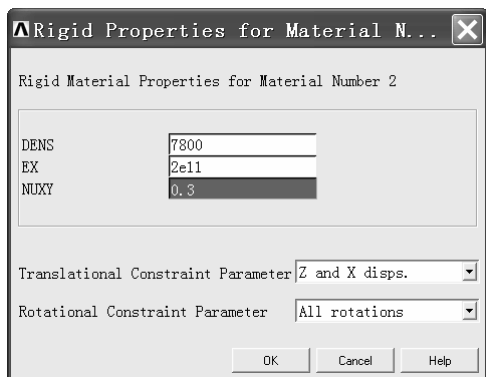

图 10-66 “Rigid Properties for Material N...” 窗口
(5) 在“Bilinear Isotropic Properties for ...”窗口中的“DENS”方框处写入“7850”，“EX”方框处写入“2.1e11”，“NUXY”方框处写入“0.3”，“Yield Stress”方框处写入“2e8”，“Tangent Modulus”方框处写入“2e9”。以上输入表示材料密度为  $7850\text{kg/m}^3$ ，杨氏模量为  $2.1 \times 10^{11}\text{Pa}$ （注意 2.1e11 表示  $2.1 \times 10^{11}$ ），泊松比为 0.3，屈服应力为  $2 \times 10^8\text{Pa}$ ，切线模量为  $2 \times 10^9\text{Pa}$ 。
(6) 单击“Bilinear Isotropic Properties for ...”窗口中的“OK”按钮。
(7) 用鼠标左键单击“Define Material Model Behavior”窗口右侧方框中的“LS-DYNA”，继续单击“Rigid Material”，弹出“Rigid Properties for Material N...”窗口。
(8) 在“Rigid Properties for Material N...”窗口中进行如下操作（见图 10-66）：在“DENS”后的方框中输入“7800”，在“EX”后的方框中输入“2e11”，在“NUXY”后的方框中输入“0.3”，在“Translational Constraint Parameter”后的方框中选择“Z and X disps.”，在“Rotational Constraint Parameter”后的方框中选择“All rotations”，然后单击“OK”按钮。
(9) 单击“Define Material Model Behavior”窗口右上角的叉号关闭该窗口。